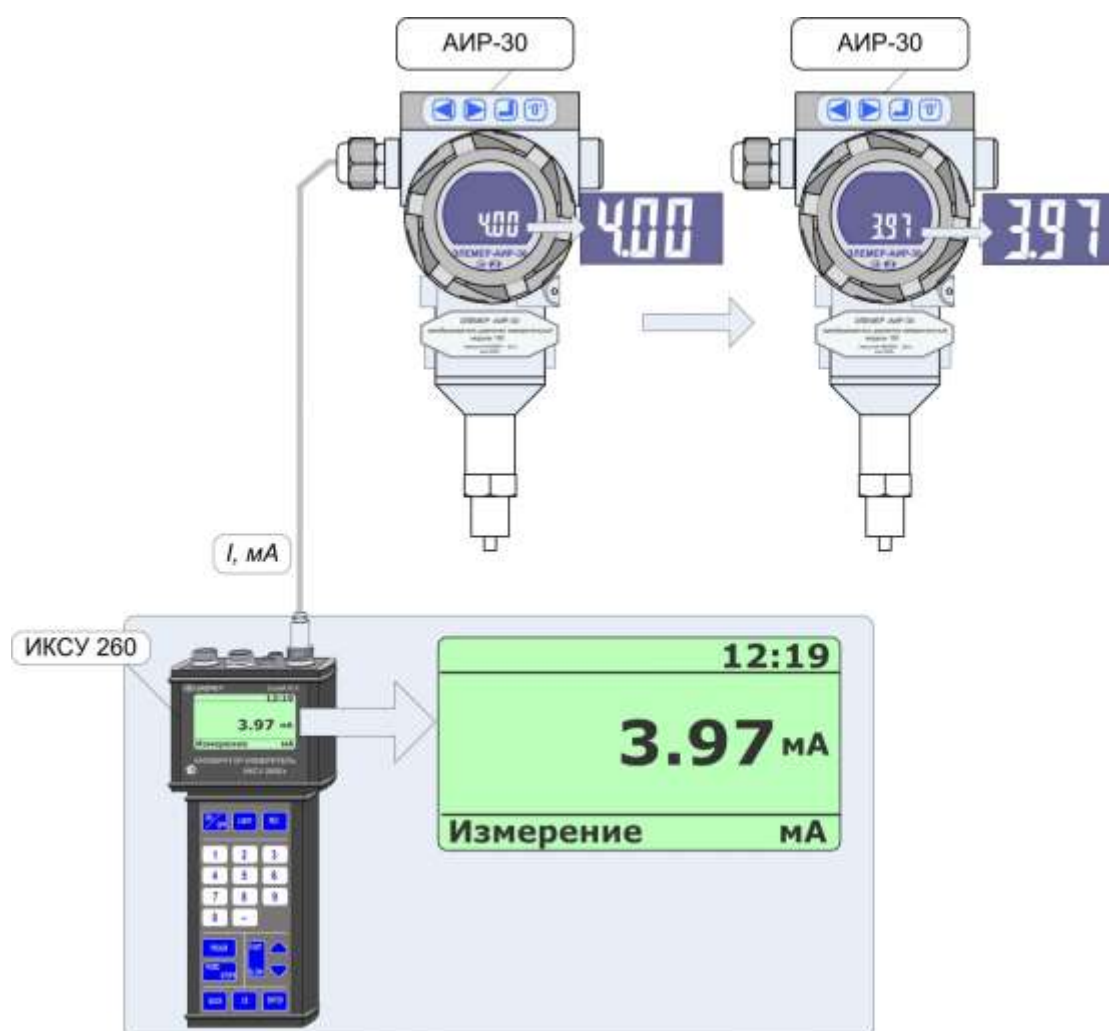

Рисунок 2.22
- используя кнопки  и  установить на индикаторе АИР-30 значение силы тока, показываемое ИКСУ-260 (либо другим измерителем тока), и нажать кнопку  (см. рисунок 2.22);